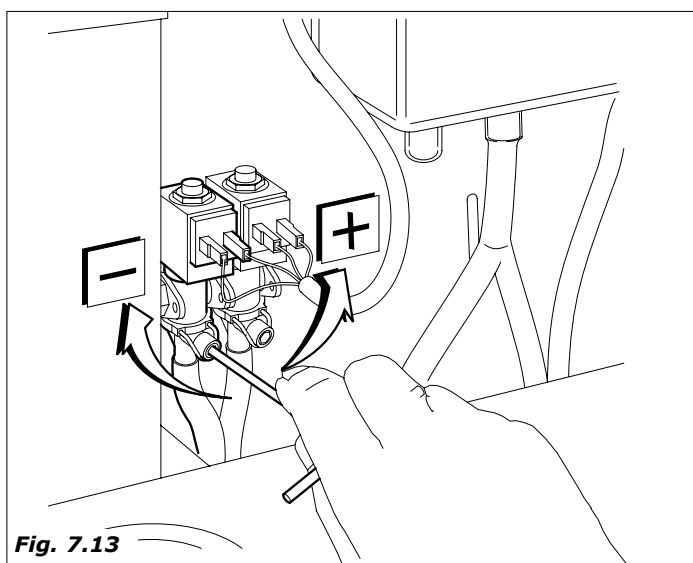

Fig. 7.13
- Para obtener un buen caudal en la batidora, abrir el tornillo de la electroválvula (Fig.7.13).